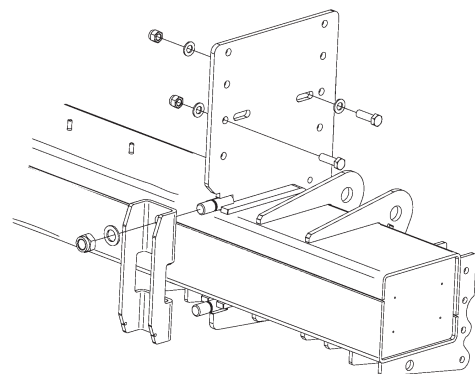

Bild 27. Montera U-profilen med tillhörande brickor och muttrar
8. Montera U-profilen med tillhörande brickor och muttrar utan att dra åt dessa. Skruva på muttrarna växelvis till dess att U-profilen ligger rakt an mot stommen, se Bild 27.